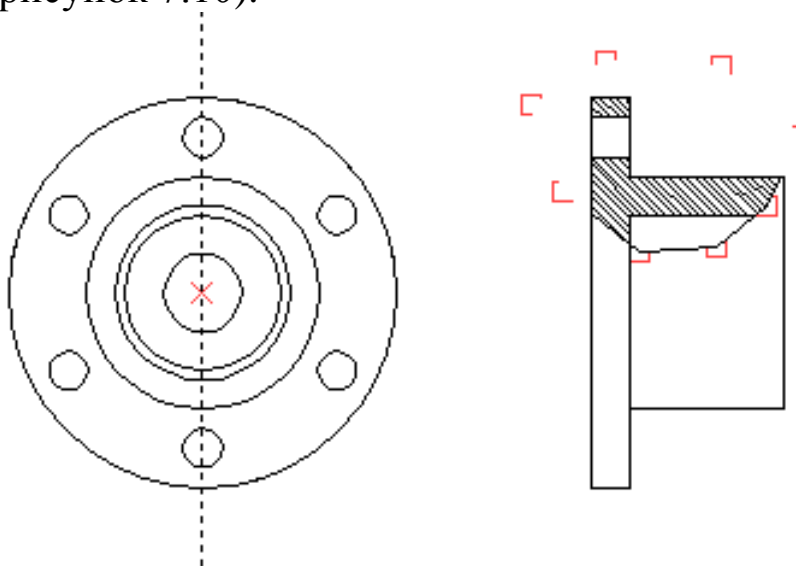

Рисунок 7.10 – Создание проекции
6. Для завершения создания проекции нажмите  в автоменю (рисунок 7.10).